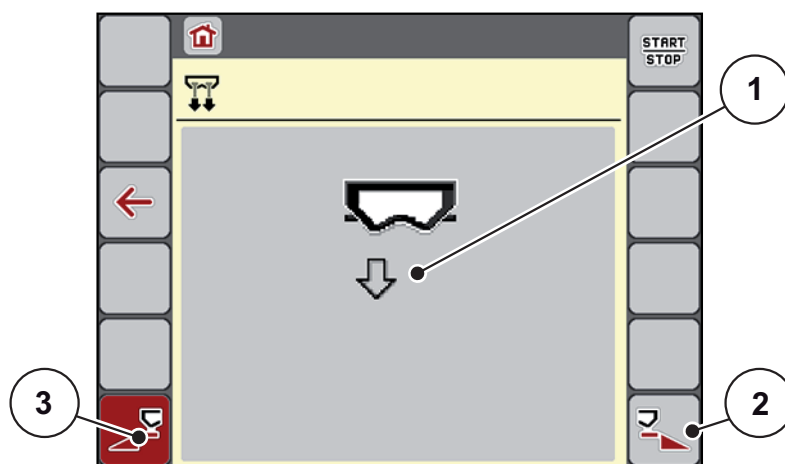

Figura 4.11: Menu Svuotamento rapido
- ▷ Sul display compare il simbolo della larghezza laterale selezionata (Figura 4.11, posizione [2]).